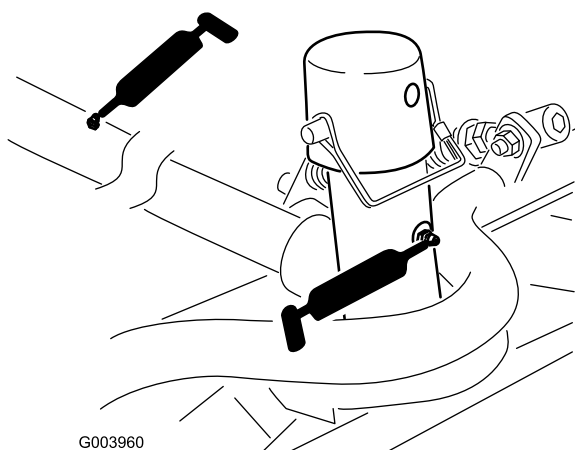

Figura 106
- Pivotal cadru de susinere al unității de tăiere (2 pentru fiecare) (Figura 106)